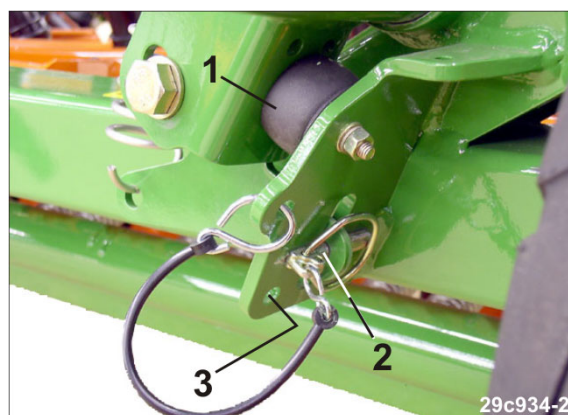

Fig. 166
- 3.1 Trykk markørutliggeren mot gummibufferen (Fig. 166/1).
- 3.2 Hold markøren godt fast, trekk ut låsesplinten (Fig. 166/2) og fest den i parkeringsposisjon i hullet (Fig. 166/3).